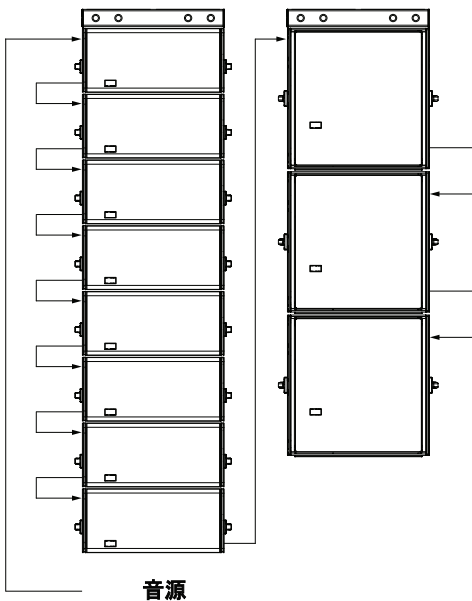

図5: フライイングセパレートアレイ
- LEOPARDと900-LFCのフライングセパレートアレイ(図5)